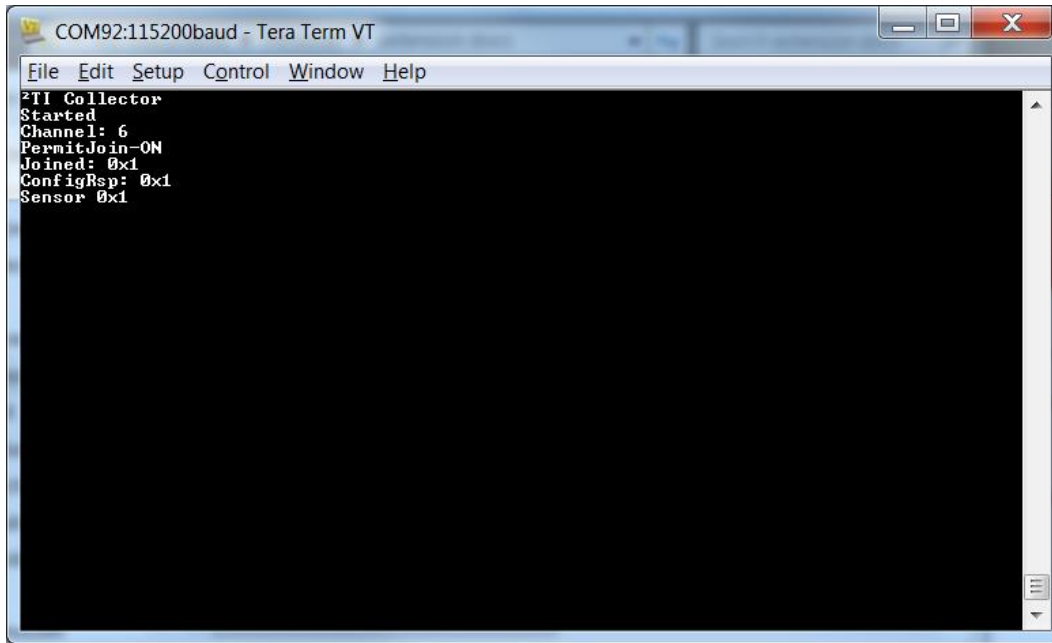
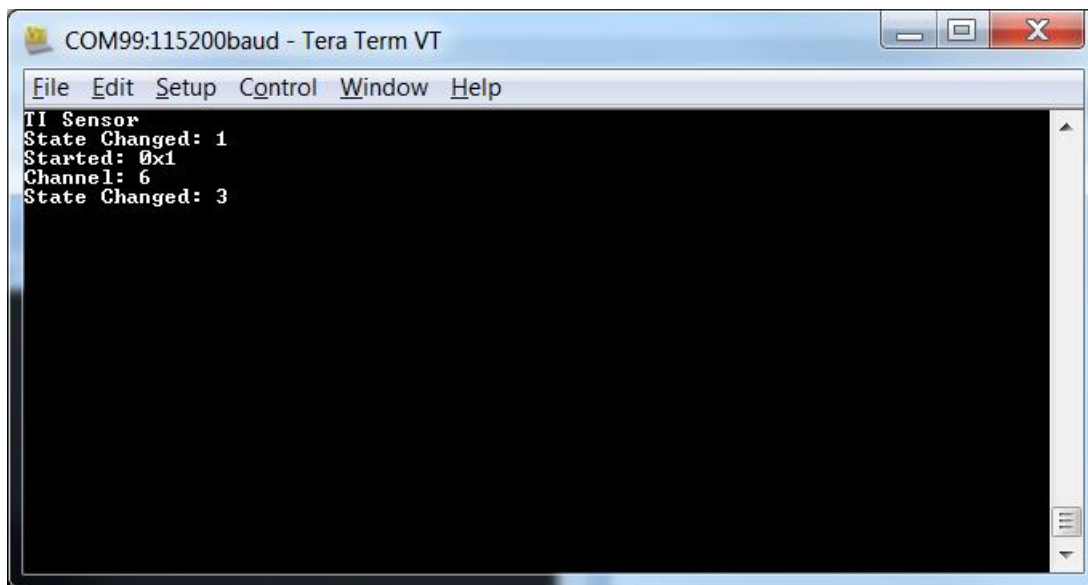

图 10. 第一个传感器连入网络后的收集器应用程序屏幕截图。
图 11. 传感器应用程序连入网络后的屏幕截图
3. 传感器器件连入网络后，LED1 设置为持续点亮，超级终端显示的画面如图 10（针对 collector-launchpad）和图 11（针对 sensor-launchpad）所示。